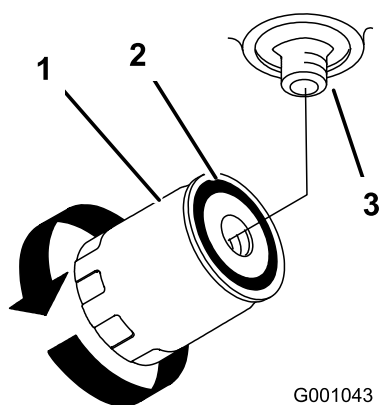

Figura 79
7. Aplique una capa fina a la junta de goma del filtro nuevo (Figura 79).
9. Llene el depósito de aceite hidráulico con aceite hidráulico hasta que éste rebose por encima del filtro, gire el filtro en el sentido de las agujas del reloj hasta que la junta de goma entre en contacto con el adaptador del filtro, luego apriete el filtro media vuelta más (Figura 79).